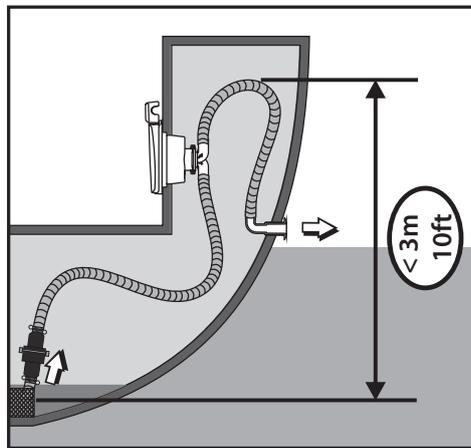

Abb. 1
Montage der Bilgepumpe (siehe Abb. 1)
10. Legen Sie den Ablassschlauch von der Pumpe ansteigend zum Durchgang durch den Rumpf. Siehe Abb. 1. Vermeiden Sie tiefe Biegungen im Schlauch, in welchen sich Wasser bzw. Luft sammelt und die Funktion der Pumpe beeinträchtigen kann. Vermeiden Sie es, den Schlauch zu stark zu spannen, Sie könnten die Schlauchstutzen der Pumpe beschädigen. Bringen Sie den Ablassschlauch an der Bordwand an und befestigen ihn mit doppelten Edelstahl-Schlauchschellen.